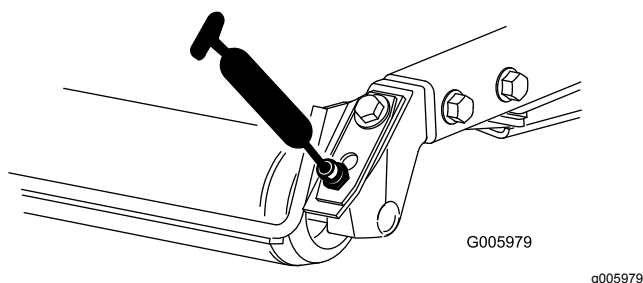

Рисунок 63
- Подшипники задних валиков (по 2 шт. на каждой деке газонокосилки), как показано на Рисунок 63.